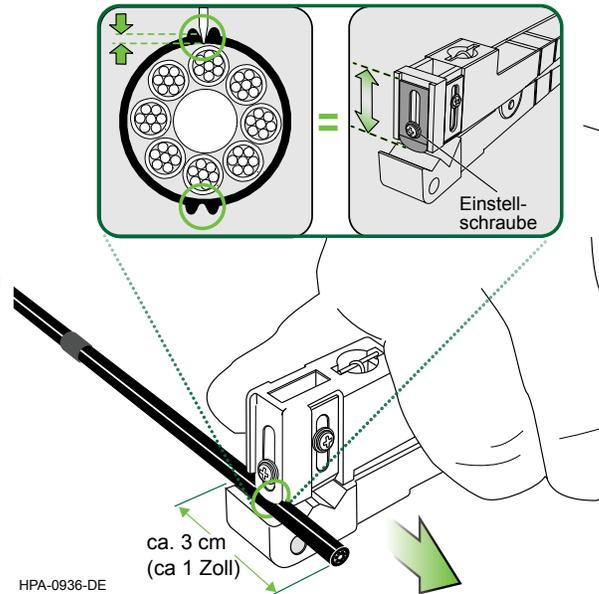

Abbildung 2
**Schritt 3:** Mit der abgerundeten Klinge am Ende des Ideal® Werkzeugs einen länglichen Schnitt auf den beiden gegenüberliegenden Flügeln ca. 3 cm (ca. 1 Zoll) vom Kabelende entfernt anbringen. Zunächst die Tiefe der abgerundeten Klinge kalibrieren (Abbildung 2).